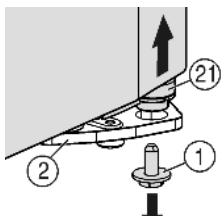
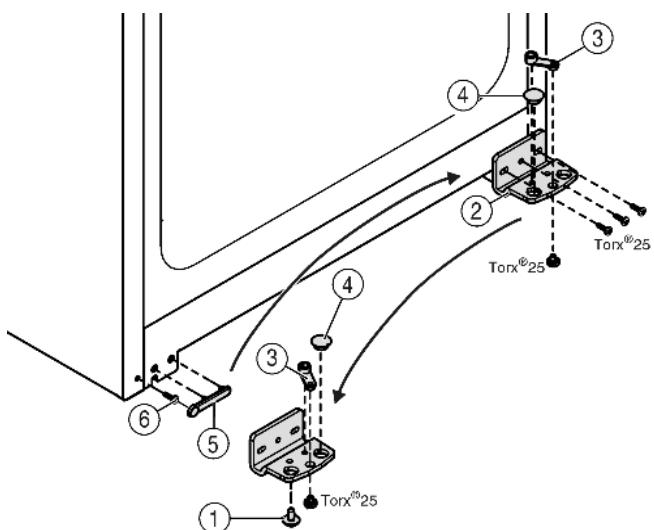

Fig. 4
Fig. 5
- Внизу справа на опорном кронштейне выкрутите фиксирующий винт Fig. 4 (1).
- ▷ Опорный палец Fig. 4 (21) можно извлечь из опорного кронштейна Fig. 5 (2).
- Если не удается извлечь опорный палец Fig. 4 (21), нажмите на него снизу.
- Открутите опорный кронштейн Fig. 5 (2).
- Открутите опорную деталь Fig. 5 (3) и, переставив в отверстие на противоположной стороне опорного кронштейна, снова прикрутите.
- Извлеките заглушку Fig. 5 (4) из опорного кронштейна и переставьте ее в отверстие на противоположной стороне опорного кронштейна.
- Осторожно снимите крышку со стороны ручки Fig. 5 (5).
- Выкрутите болт Fig. 5 (6) и вкрутите на противоположной стороне.
- Снова установите крышку Fig. 5 (5).
- Снова прикрутите опорный кронштейн Fig. 5 (2) на новой стороне шарнира (**с моментом 4 Нм**). При необходимости используйте аккумуляторный шуруповерт.
- Вкрутите фиксирующий винт Fig. 4 (1) внизу в опорный палец и затяните (**с моментом 4 Нм**).